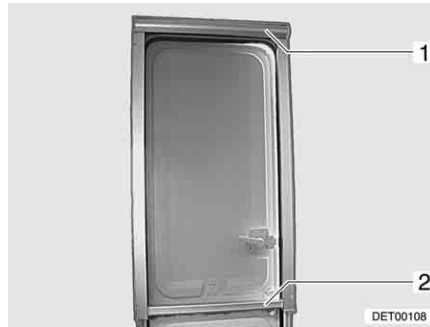

Bild 31 Insektenschutzrollo
Das Insektenschutzrollo der geteilten Eingangstür befindet sich im oberen Rollokasten (Bild 31,1).
- Schließen:** ■ Insektenschutzrollo an der Leiste (Bild 31,2) nach unten ziehen, bis es einrastet.
- Öffnen:** ■ Leiste (Bild 31,2) etwas nach unten drücken, bis die Arretierung löst, und Insektenschutzrollo langsam in den Rollokasten zurückführen.